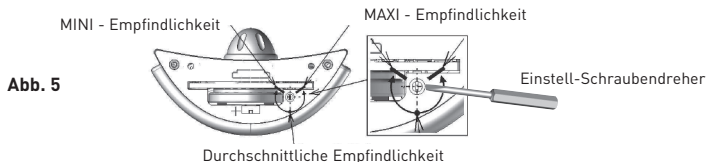

Abb. 5
- Drehen Sie vorsichtig die Einstell-Schraube je nach der gewünschten Empfindlichkeit (siehe Abb. 5).